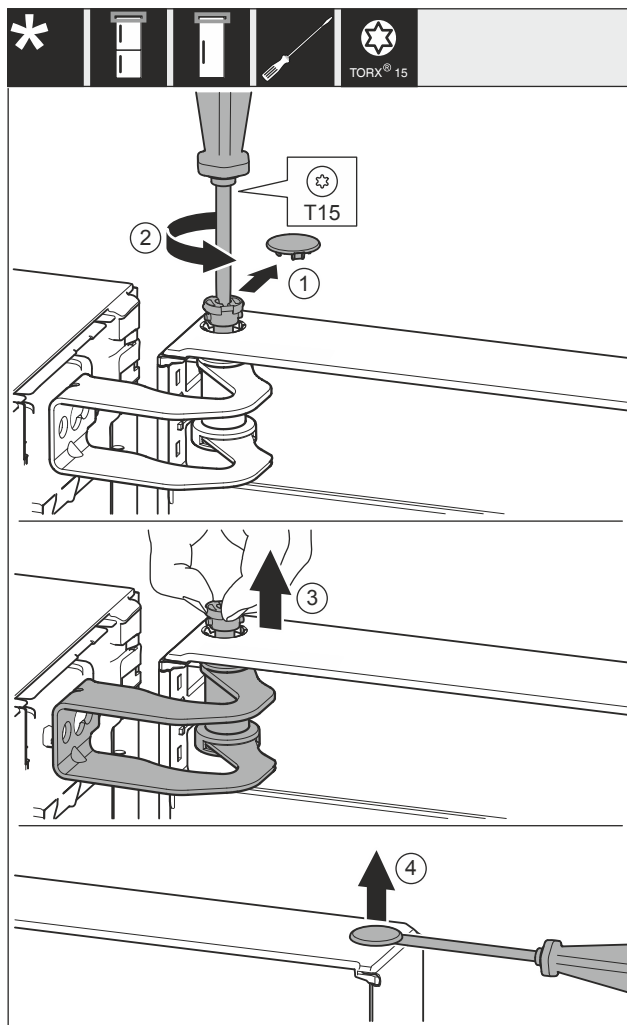

Fig. 24
- Hiqni me kujdes kapakun mbulues Fig. 24 (1).
- Lironi paksa bulonin Fig. 24 (2) me një kaçavidë.
- Nxirrni jashtë bulonat Fig. 24 (3) me gishta.
- Ngrini me kujdes kapakun mbulues Fig. 24 (4) me një kaçavidë dhe hiqeni.